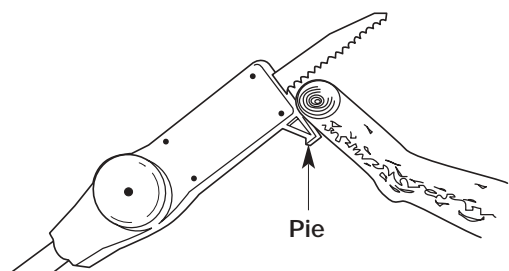

Fig. 12
1. Cuando use el podador, apoye el pie del podador contra la rama que está cortando (Fig. 12).